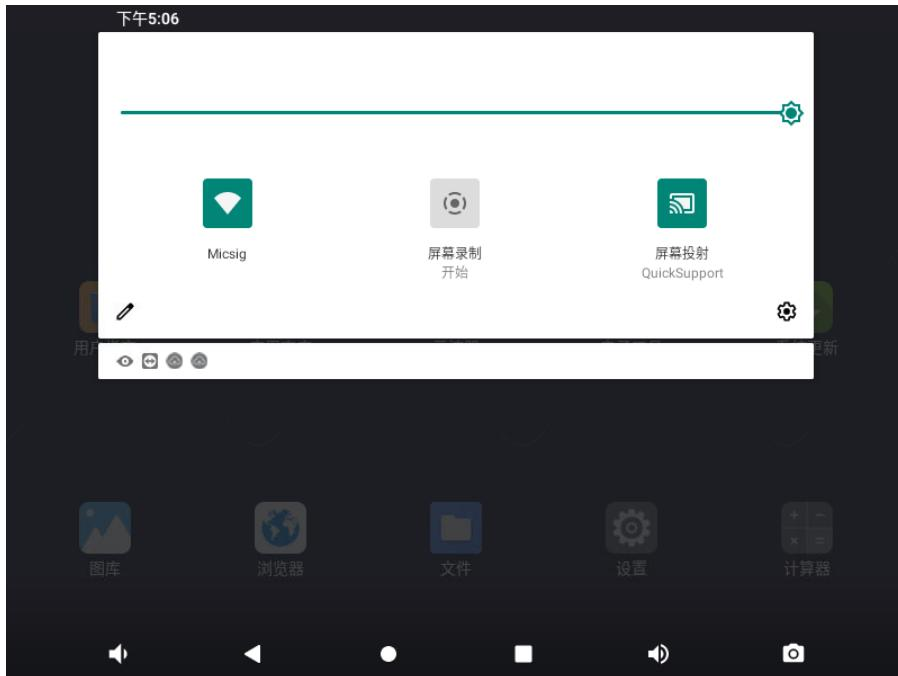

图9-3 视频录制打开方式
- 2) 轻点 **FFT** 频谱类型“线/分贝”，打开 FFT 窗口（见图 9-3 FFT 窗口）。